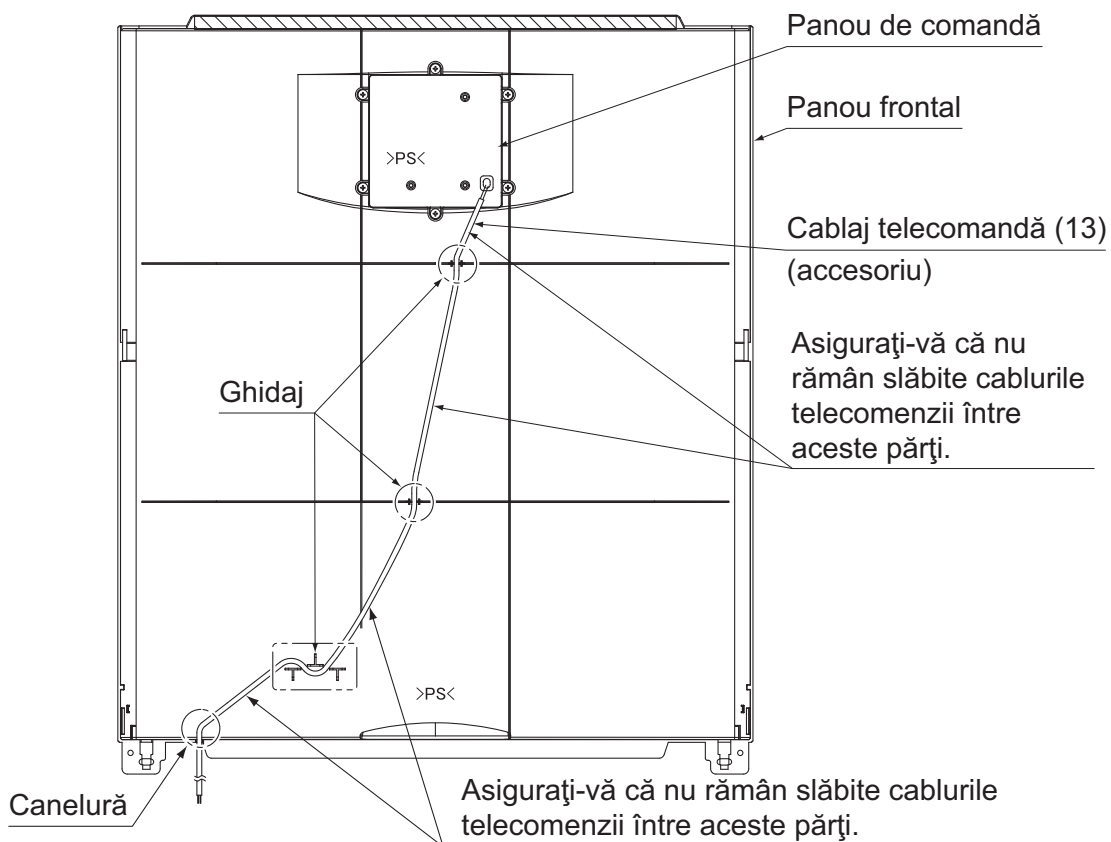

Fig. 27
4. Prindeți cablajul telecomenzii în ghidaj și canelură. (Consultați Fig. 27)